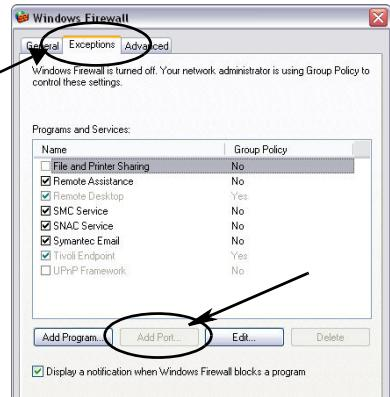

Рис. 25
- Откройте вкладку «Исключения»; отобразится содержимое (Рис. 25).
- Нажмите кнопку «Добавить порт...» (Рис. 25).